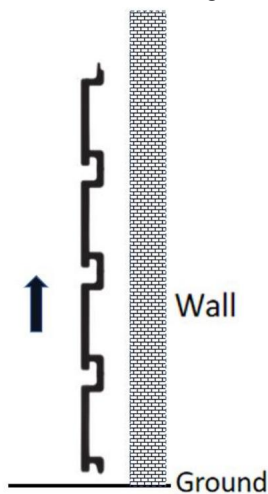

Figure 1
1. Installez le sens du panneau à lattes, voir Figure 1.